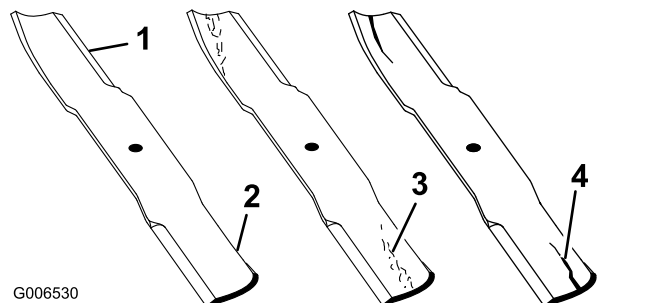

Figure 91
1. Examinez le tranchant des lames (Figure 91).
4. Remplacez immédiatement toute lame fendue, usée ou qui présente une entaille (Figure 91).